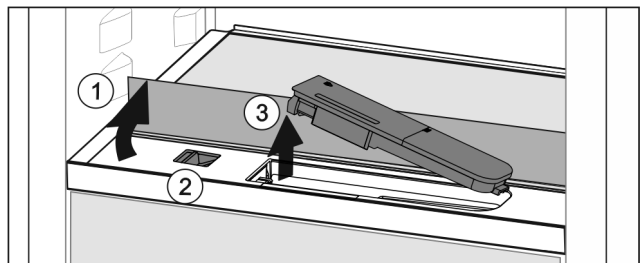

Fig. 43
- ▶ Glasplaat heffen en tot de aanslag naar achter klappen Fig. 43 (1).
- ▶ Schuif Fig. 43 (2) naar links schuiven.
- ▶ Waterreservoir eruit halen Fig. 43 (3).